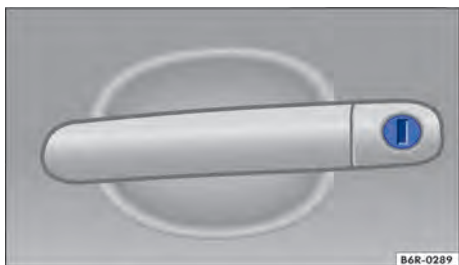

Fig. 185 Maçaneta da porta do condutor com cilindro da fechadura.
- Introduzir a haste da chave no cilindro da fechadura e destravar ou travar o veículo → Fig. 185.